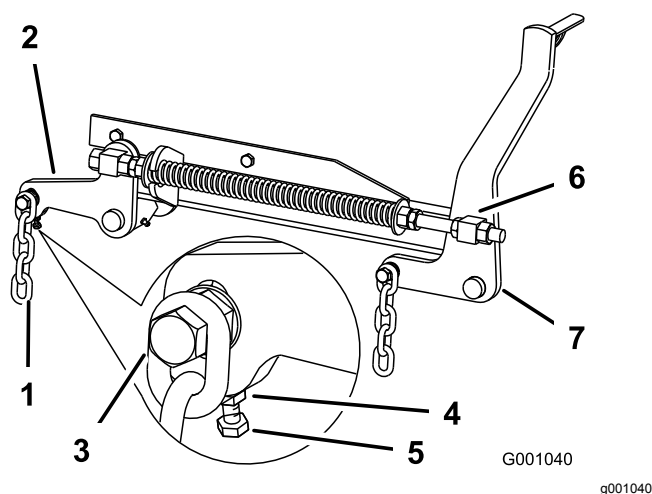

Figure 112
7. Si la distance mesurée au point **B** ou **C** n'est pas correcte, desserrez le boulon qui fixe la chaîne arrière au bras de support arrière (Figure 112).
8. Desserrez l'écrou de blocage sous le bras de support arrière et agissez sur le boulon de réglage de manière à obtenir une distance de 80 à 83 mm ; voir Figure 112.
7. Desserrez d'environ 13 mm les écrous de blocage à l'avant des pivots avant gauche et droit (Figure 112).
8. Réglez les écrous de levage sur les côtés gauche et droit de la machine de manière à abaisser l'avant de 6 à 10 mm au point **A** par rapport au point **B** à l'arrière (Figure 112).